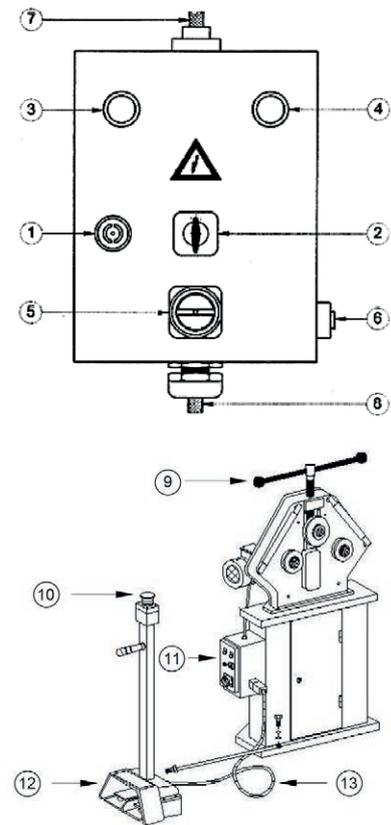

Fig. 14 Éléments de commande
1. Enfoncez la goupille au galet supérieur avec un tournevis (1, fig. 14) et l'engager dans l'axe.